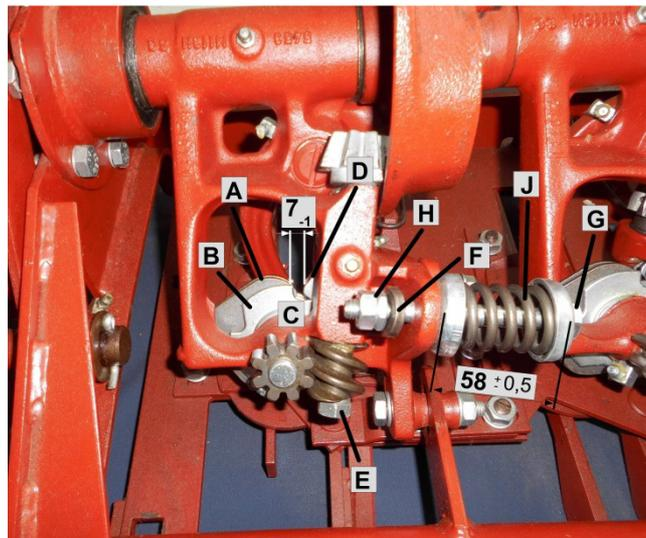

Abb. 5
b. Einstellung des Fadenhalters (Abb. 5)